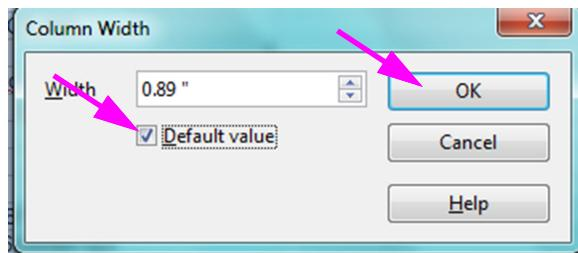

Figure 5-67. Boîte de dialogue Column Width (Largeur de colonne)
- La boîte de dialogue Column Width (Largeur de colonne) s'affiche. Voir la Figure 5-67.